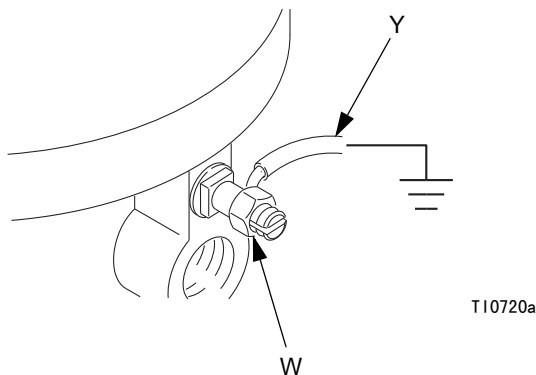

图 1. 接地导线
**泵：**使用接地导线和夹子（Y）。参见图 1。松开接地片防松螺母（W）和垫圈。将接地导线的一端插入接地片的槽中，并牢牢拧紧防松螺母。将接地夹子连接到真正的大地接地点上。订购零配件号为 237569 的接地导线和夹子。